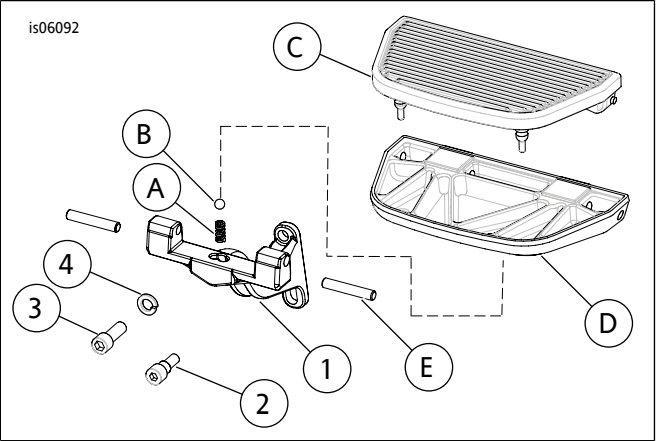

图2。维修零件：减距脚踏板支撑架套件
参见图2和表1。
4. 参见图2。通过脚踏板支架(1)上的槽将带肩螺栓(2)插入后回转臂支架上所需高度的孔中。拧紧至 5-8 N·m (48-72 in-lbs) 。